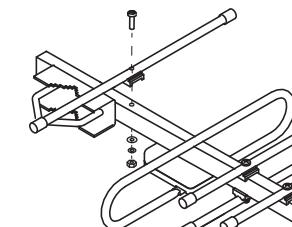

Рис.4
3. Если Вы приобрели антенну 07 серии, то установите рефлектор согласно рис.4.